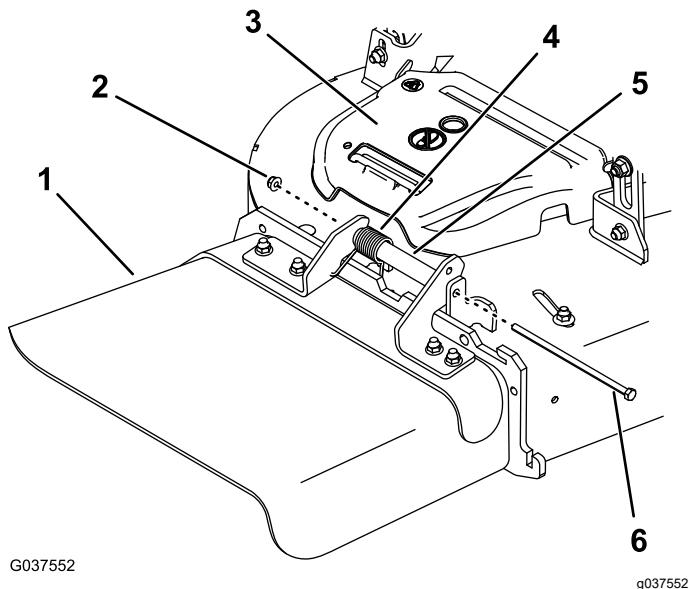

Figure 1
1. Retirez le boulon (5/16" x 7 1/2") et l'écrou (5/16") qui fixent la goulotte de décharge sur le plateau. Déposez la goulotte, le ressort et l'entretoise (Figure 1).
2. Enlevez le couvercle de la courroie (Figure 1).